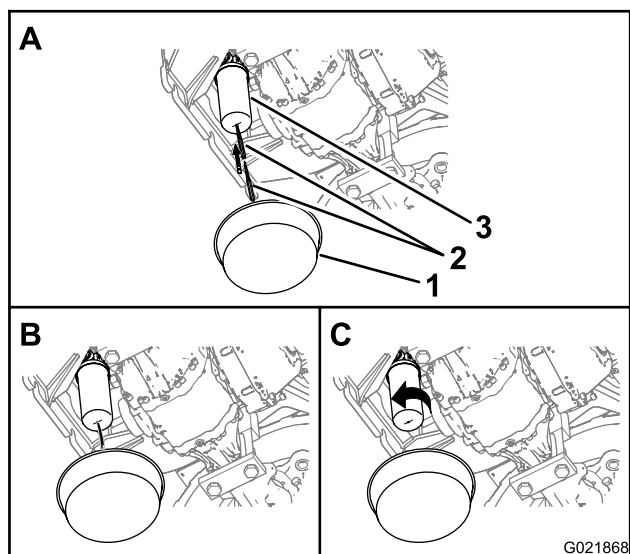

Figura 93
Nota: Potete accedere al filtro di ritorno idraulico da sotto la parte posteriore della macchina (Figura 93).
1. Mettete un contenitore sotto il filtro della pressione idraulica (Figura 93).
2. Punzionate la base del filtro della pressione idraulica e lasciate defluire il fluido idraulico restante nel contenitore (Figura 93).
3. Ruotate il filtro di ritorno idraulico in senso antiorario e rimuovetelo (Figura 93).